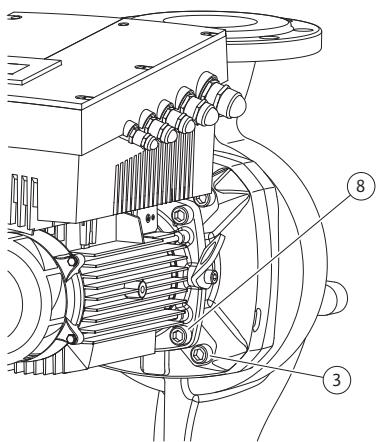

Fig. 49: Fixarea optională a ansamblului motor cu rotor hidraulic
11. Desfaceți și îndepărtați șuruburile (Fig. 7, Poz. 3). În funcție de tipul pompei se vor îndepărta șuruburile exterioare (Fig. 49, Poz. 3). După îndepărarea șuruburilor, ansamblul motor cu rotor hidraulic (vezi Fig. 13) rămâne în poziție sigură în carcasa motorului, nu există niciun pericol de basculare, nici chiar atunci când arborele motorului se află în poziție orizontală.
16. În funcție de tipul de pompă desfaceți șuruburile (Fig. 7, Poz. 10) sau alternativ șuruburile (Fig. 49, Poz. 8).
22. Împingeți cu grijă piesa intermediara peste arbore și poziționați-o în poziția inițială sau într-o altă poziție unghiulară dorită în raport cu flanșa motorului. Totodată țineți cont de pozițiile admise de montare ale componentelor (a se vedea capitolul 7.1 „Poziții de montare admise și modificarea disponibilității componentelor înainte de instalare” la pagina 20). Fixați piesa intermediară cu șuruburile (Fig. 7, Poz. 10) sau – în funcție de tipul de pompă/tipul piesei intermediare (Fig. 49) – cu șuruburile (Fig. 49, Poz. 8) pe flanșa motorului.